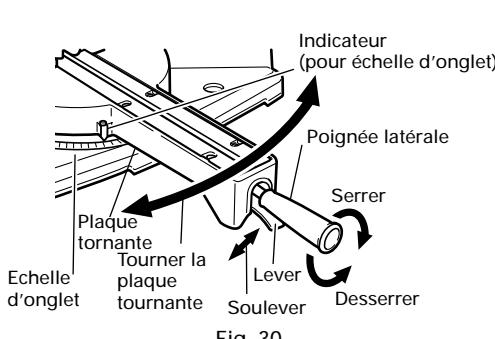
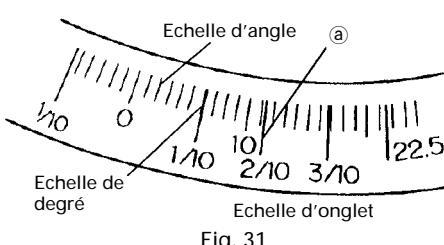

Fig. 30
Fig. 31
- (1) Desserrer la poignée latérale et tirer vers le haut le levier des butées d'angle. Cela fait, régler la plaque tournante jusqu'à ce que l'indicateur soit aligné avec le réglage désiré sur l'échelle de coupe d'onglet (Fig. 30).
- (2) Resserrer la poignée latérale pour fixer la plaque tournante à la position voulue.
- (3) L'échelle d'onglet (Fig. 31) indique à la fois l'angle de coupe de l'échelle d'angle et le degré de l'échelle de degré.
- (4) Le degré, qui est le rapport de la hauteur sur le socle de la section triangulaire à retirer, pourra être utilisé pour régler l'échelle d'onglet à la place de l'angle de coupe, au besoin (voir Fig. 31).
- (5) En conséquence, pour couper une pièce à un angle de 2/10, régler l'indicateur sur la position ④, comme indiqué à la Fig. 31.